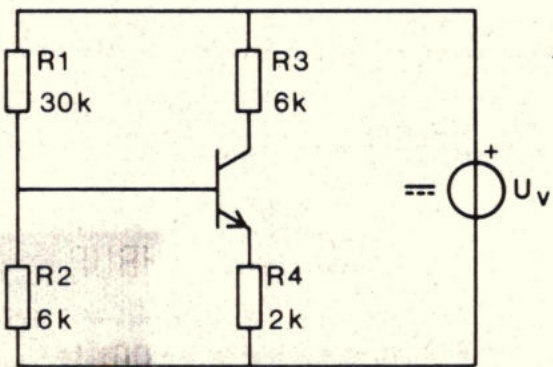

Fig. 29.
5. Van de transistor in fig. 29 mag de collectoruitgangsweerstand oneindig groot worden gesteld. De basisstroom mag worden verwaarloosd t.o.v. de collectorstroom en de stroom in R_1 . In geleidende toestand is de basis-emitter spanning 0,5 V. De hoogst toelaatbare dissipatie in de transistor is 45 mW. Bereken de maximale waarde van de voedingsspanning U_v .